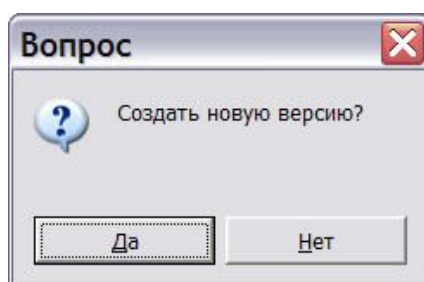

Рис. 3.11
- В том случае, если выделенный модуль данных не содержит ни одной версии, появится запрос о создании новой версии (Рис. 3.11).